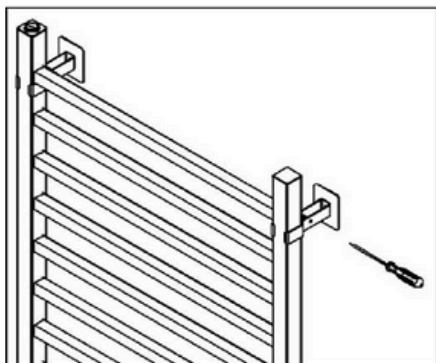

Figura 04
- Con un destornillador Philips, ajuste los tornillos de los soportes para que el toallero quede asegurado (figura 04); Finalmente, retire las protecciones de espuma de los extremos del dispositivo.